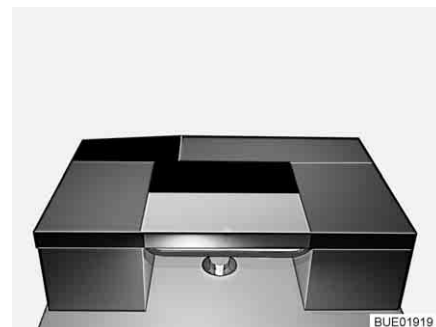

Bild 147 Efter ombyggnaden
- Lägg extra dynan tvärt över bordet (se Bild 147).